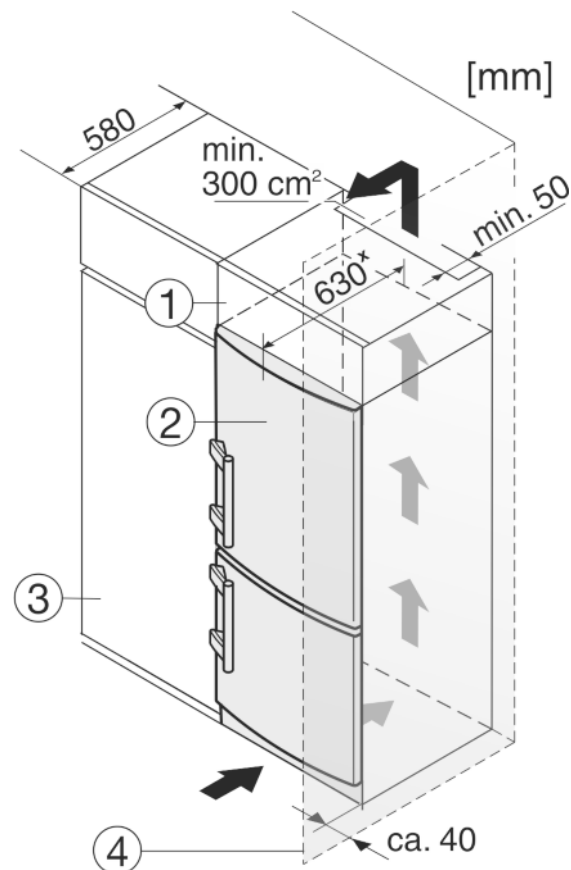

Fig. 8
Das Gerät kann mit Küchenschränken umbaut werden. Um das Gerät Fig. 8 (2) der Küchenzeilenhöhe anzugleichen, kann über dem Gerät ein Aufsatzschrank Fig. 8 (1) angebracht werden.
Beim Umbau mit Küchenschränken (Tiefe max. 580 mm) kann das Gerät direkt neben dem Küchenschrank Fig. 8 (3) aufgestellt werden. Das Gerät steht seitlich 34 mm* und in der Gerätemitte 50 mm* gegenüber der Küchenschrankfront vor.
Wenn das Gerät mit den Scharnieren neben einer Wand Fig. 8 (4) aufgestellt wird, muss der Abstand zwischen Gerät und Wand mindestens 40 mm betragen. Dies entspricht dem Griffüberstand bei geöffneter Tür.